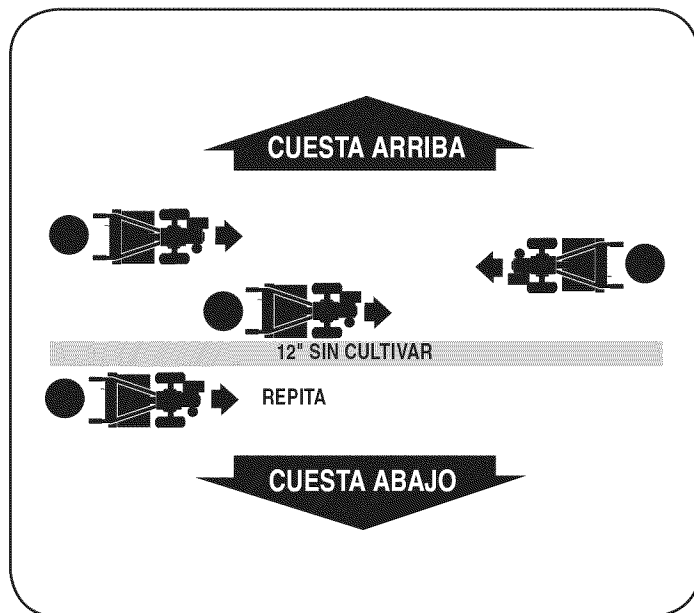

Figura 16
1. Para crear una terraza, comience en la cima de la pendiente y trabaje hacia abajo. Recorra la primera hilera hacia atrás y hacia adelante. Vea la Figura 16.